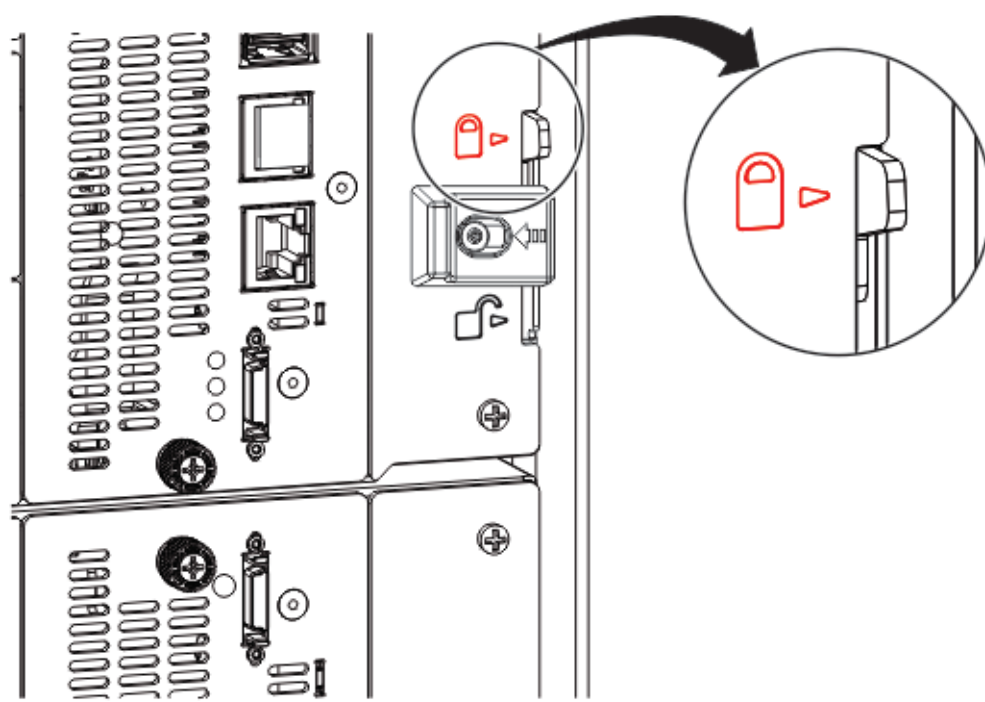

Figura 44. Palanca de alineación bloqueada o encajada en el módulo inferior
2. En la parte posterior de la biblioteca, empezando desde el par de módulos inferior, alinee cada módulo con el módulo que está debajo de él. Repita para cada par de módulos. Consulte Figura 44 en la página 51.